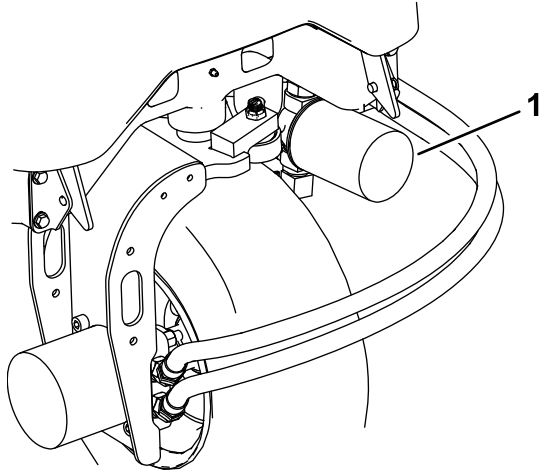

Bild 62
- Reinigen Sie den Anbaubereich des Filters, stellen Sie eine Auffangwanne unter den Filter und entfernen den Filter (Bild 62).
- Klemmen Sie die Hydraulikölleitung ab oder entfernen den Hydraulikölfilter und lassen das Hydrauliköl in ein Auffanggefäß ablaufen (Bild 62 und Bild 63).